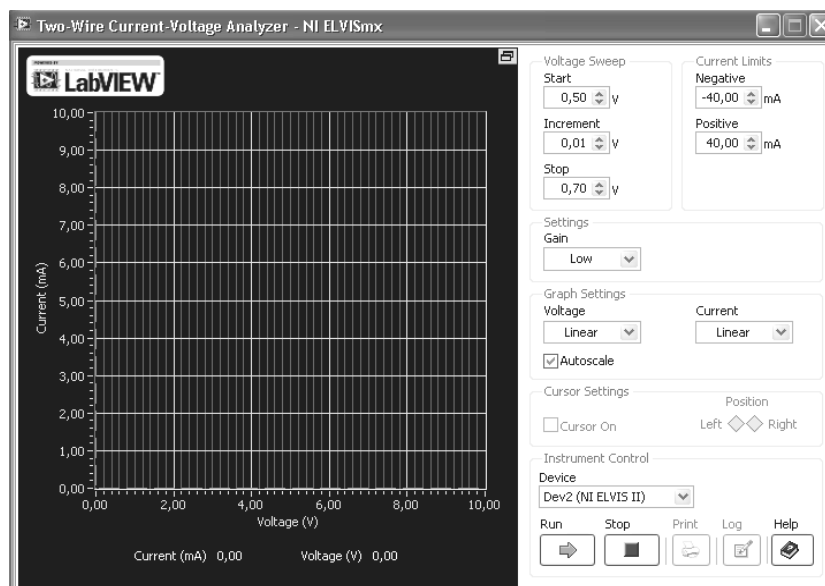

Рис. 3
4.4.4 В открывшемся окне «2-Wire» установить напряжения: начальное «Start» – 0,50 В, шаг «Increment» – 0.01V, предел «Stop» – 0.70V. Пределы токов «Current Limits» – согласно рис. 3.